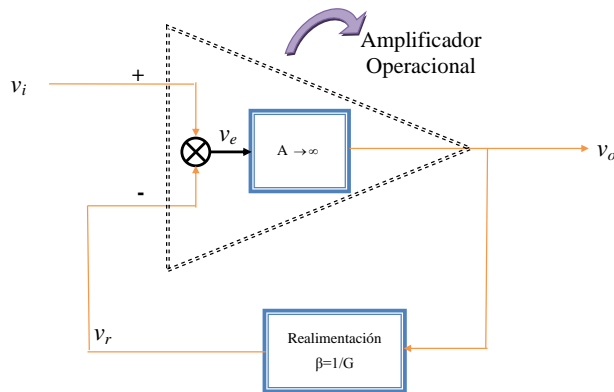

Figura 4.5: Amplificador Operacional
Y éste es el objetivo de la práctica. Basta con utilizar siempre el mismo circuito amplificador de transistores para diseñar los circuitos de amplificación que se desee. Todos los transistores, resistencias, condensadores y circuitos de polarización se fabrican de forma integrada en un único componente, figura 4.5. El (CI) que